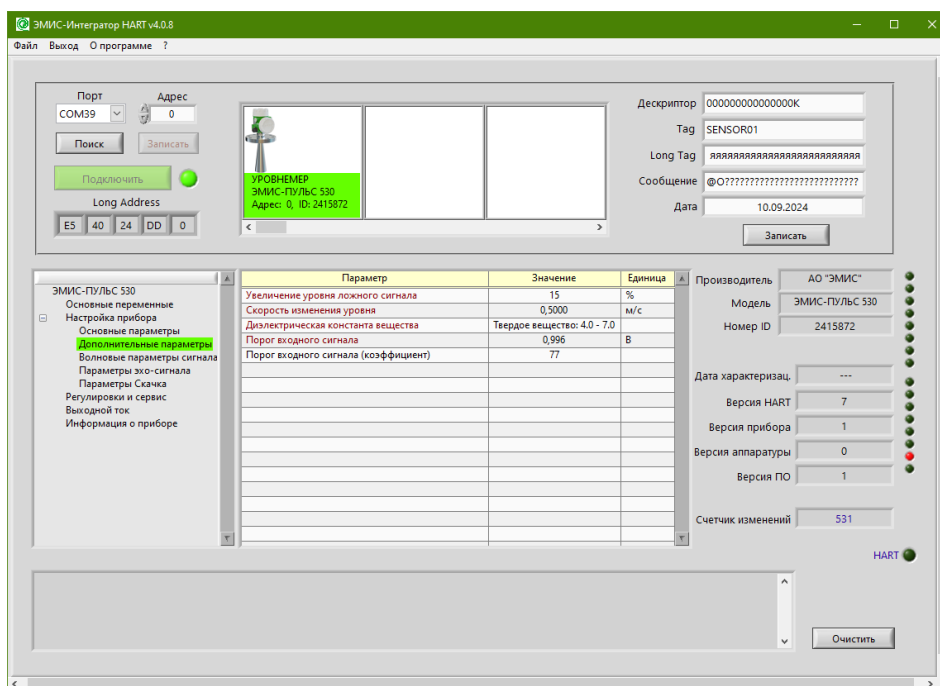

Рисунок 2.12 – Дополнительные параметры уровнемера
2.2 Дополнительные параметры (рисунок 2.12)